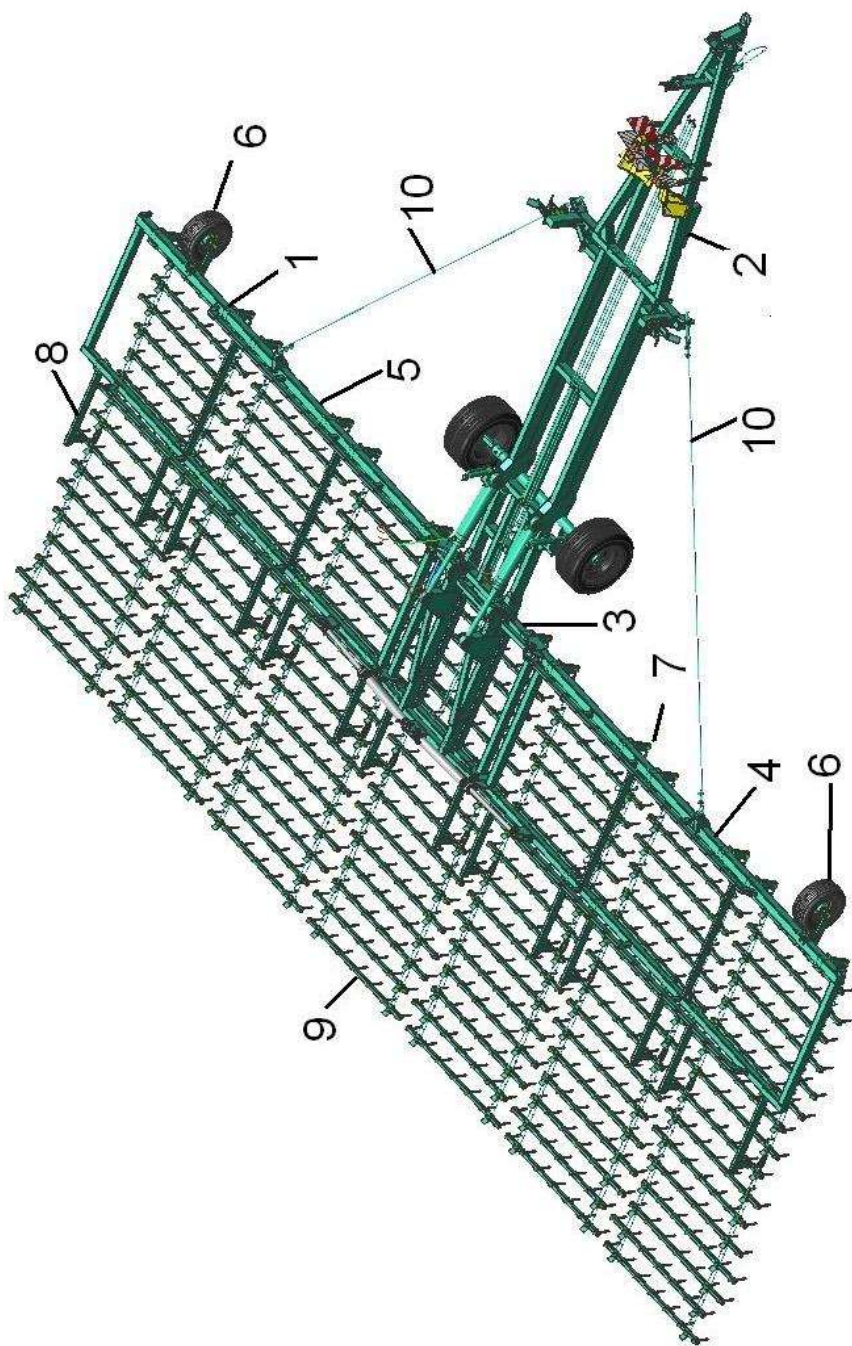

Рисунок 1 – Общий вид бороны в рабочем положении
3.1 Борона БЗШ представляет собой полуприцепную машину, состоящую из: рабочего полотна 1, транспортной тележки 2, стяжек крыльев 10, гидросистемы 11 (рисунок 1).
3.2 Рабочее полотно состоит (рисунок 1) из центральной секции 3, крыла правого 4, крыла левого 5. На рабочем полотне установлены кронштейны передние 7 и задние 8, предназначенные для монтажа полотен с зубьями 9. На крыльях установлены копирующие колёса 6 с винтовой регулировкой.